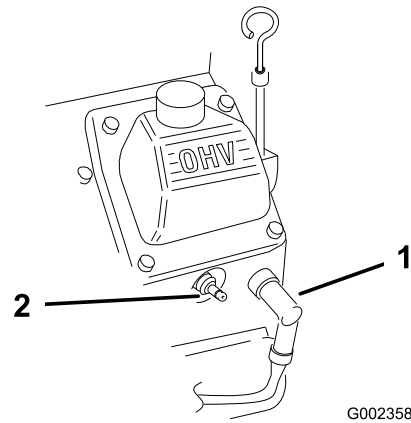

Figura 24
2. Desconecte los cables de las bujías (Figura 24).